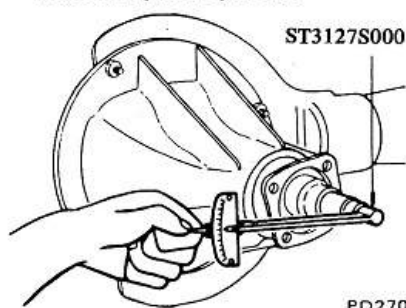

Fig. PD-54 Mesure de la précontrainte du pignon
7. Tourner plusieurs fois le pignon d'attaque dans les deux sens pour positionner les rouleaux des roulements. Régler alors la précontrainte des roulements à la valeur prescrite au moyen de la jauge spéciale ST3127S000. Voir figure PD-54.